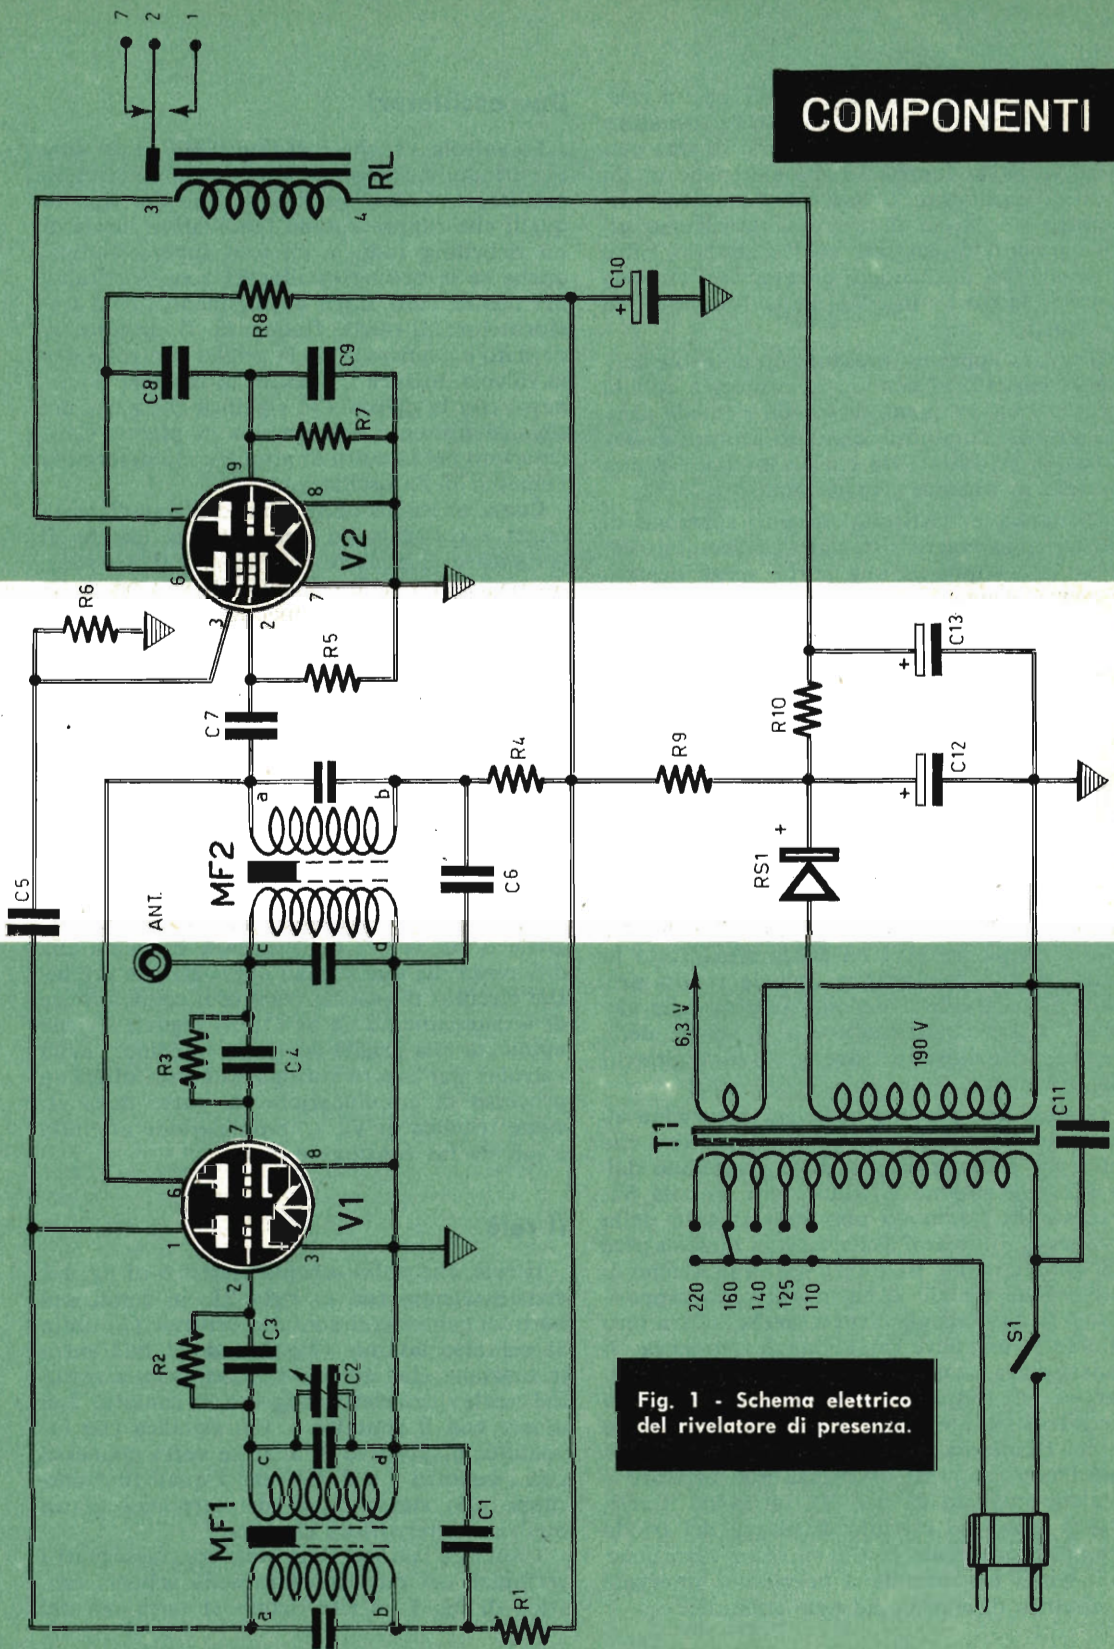

Fig. 1 - Schema elettrico del rivelatore di presenza.
Il principio di funzionamento del circuito elettronico di fig. 1 è basato su due stadi oscillatori indipendenti ma uguali, i cui segnali vengono inviati ad una valvola mescolatrice. Il battimento dei due segnali generati dai due oscillatori (prima e seconda sezione triodica della valvola V1) vale zero.
Il relè, che nello schema elettrico di fig. 1 è contrassegnato con la sigla RL, in condizioni normali conserva il contatto centrale (2) unito al contatto laterale (7). Quando il relè entra in funzione, cioè quando l'ancora viene attratta dal nucleo dell'elettromagnete, il contatto 2 si unisce con il contatto 1. Ciò significa che l'eventuale dispositivo di allarme verrà connesso con i contatti 1 e 2 del relè, i quali funzioneranno allo stesso modo dei terminali di un qualsiasi interruttore elettrico.
I numeri, con cui sono stati contrassegnati i terminali del relè riportato nello schema elettrico di fig. 1, si riferiscono ai terminali del